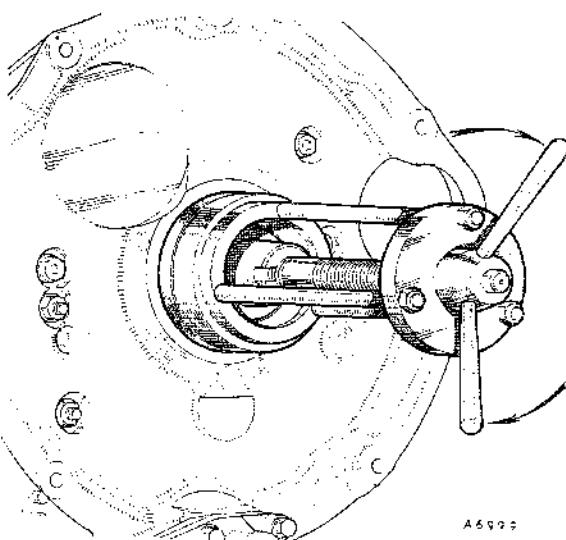

Fig. Aa.22).
- (6) Enroscar a fondo en el cigüeñal el extremo corto roscado de la herramienta de servicio 18G 1068.
- (7) Lubricar abundantemente el nuevo retén de aceite.
- (8) Colocar en posición el nuevo retén de aceite utilizando la herramienta de servicio 18G 1068 (véase la Fig. Aa.22).
- (9) Apretar la mariposa de la herramienta hasta que el retén de aceite quede apretado a la profundidad de la medida (véase el párrafo (5)).
- (10) El resto del trabajo de montaje se hace siguiendo a la inversa el procedimiento de desmontaje.
- (11) Comprobar el nivel de aceite y llenar si es necesario (véase la Sección Aa.1).